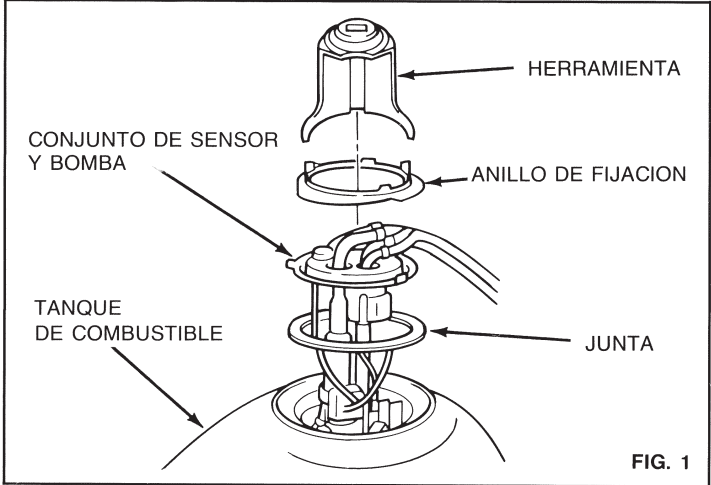

FIG. 1
1) El Explorador usa un anillo de metal que tiene aletas que se hermanan con un anillo embutido en el tanque de combustible (ver Fig. 1). Ford fabrica una herramienta especial de servicio para retirar este anillo. Es mejor usar para este trabajo la herramienta especial, sin embargo, se pueden usar otros métodos. Sea cual fuera el método usado no use ninguno que pueda causar chispas que resulten en incendio o explosión.